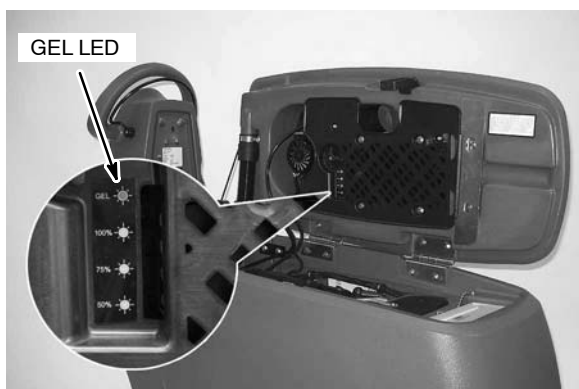

FIG. 35
2. Retire el panel "Selección del perfil del cargador" y coloque el interruptor en el ajuste adecuado: para baterías de gel (GEL) o de funcionamiento húmedo (Flooded) (Ilustración 35). El cable del cargador debe estar desconectado mientras se cambia la configuración.